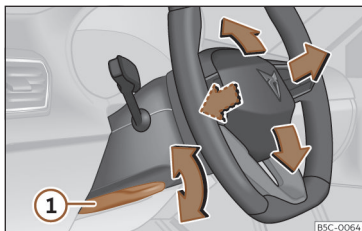

Fig. 95 Alavanca na parte inferior do lado esquerdo da coluna de direção
- Puxe a alavanca >>> **Fig. 95 1** para baixo, mova o volante até à posição desejada e volte a subir a alavanca até ao ponto de fecho.
- Após ajustar a coluna da direção, empurre firmemente a alavanca >>> **Fig. 95 1** para cima para que o volante não mude de posição acidentalmente durante o andamento.